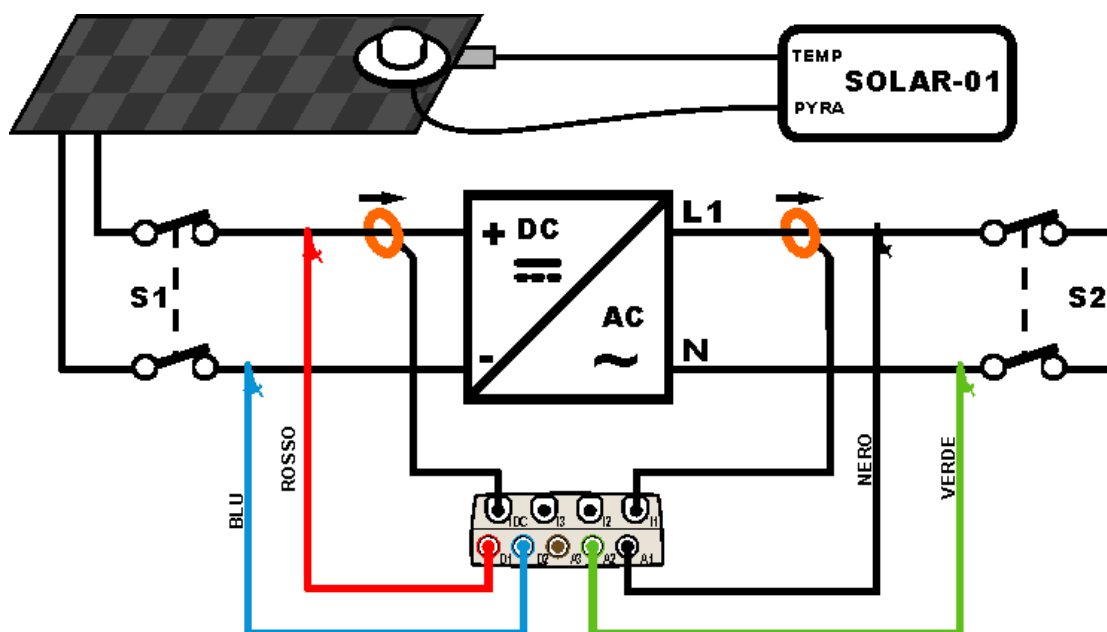

Fig. 230: Ligação do instrumento num Sistema FV-1 com unidade SOLAR-01
2. Ligar as entradas **D1** e **D2** respectivamente aos pólos positivo e negativo da saída da *string*. Ligar as entradas A1, A2 aos condutores de Fase e Neutro respeitando as cores como se mostra na Fig. 230
3. Ligar a pinça de corrente CC no condutor positivo na saída da *string* **respeitando o sentido da seta** presente na referida pinça conforme indicado na Fig. 230. **Verificar o estado das pilhas internas da pinça antes da ligação.**
4. Ligar a pinça CA no condutor de Fase L1 **respeitando o sentido da seta** presente na referida pinça conforme indicado na Fig. 230. Ligar a saída da pinça à entrada **I1** do instrumento.